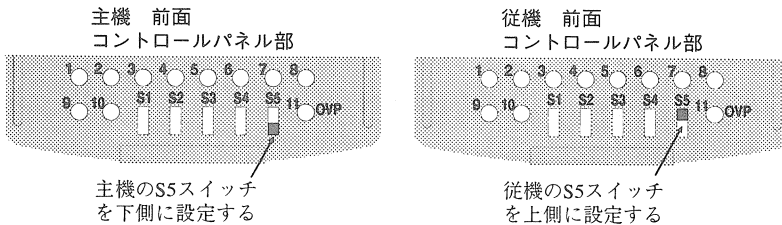

図 3-8 ワンコントロール並列運転のコントロールスイッチの設定
- ① すべての電源の OUTPUT スイッチを OFF にします。
- ② すべての電源の POWER スイッチを OFF にします。
- ③ 主機にする電源を決めます。
- ④ 主機および従機のコントロールスイッチ S5 をそれぞれ図 3-8 のように設定します。